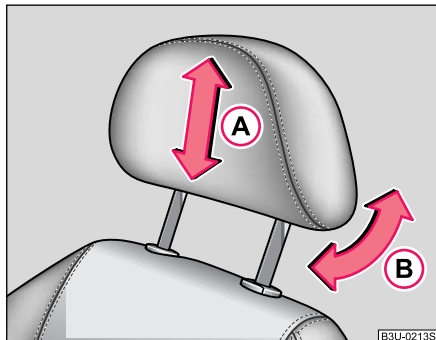

Abb. 44 Kopfstütze einstellen
- Fassen Sie die Kopfstütze seitlich mit beiden Händen an und schieben Sie die Kopfstützen in Pfeilrichtung (A) nach oben oder unten ⇒ Abb. 44. Die beste Schutzwirkung wird erreicht, wenn die Oberkante der Kopfstütze mindestens in Augenhöhe oder höher liegt.
- Die Kopfstütze können Sie durch Neigen in Pfeilrichtung (B) ⇒ Abb. 44 dem Kopf anpassen. Durch das Anpassen der Kopfstütze wird der Fahrkomfort erhöht.